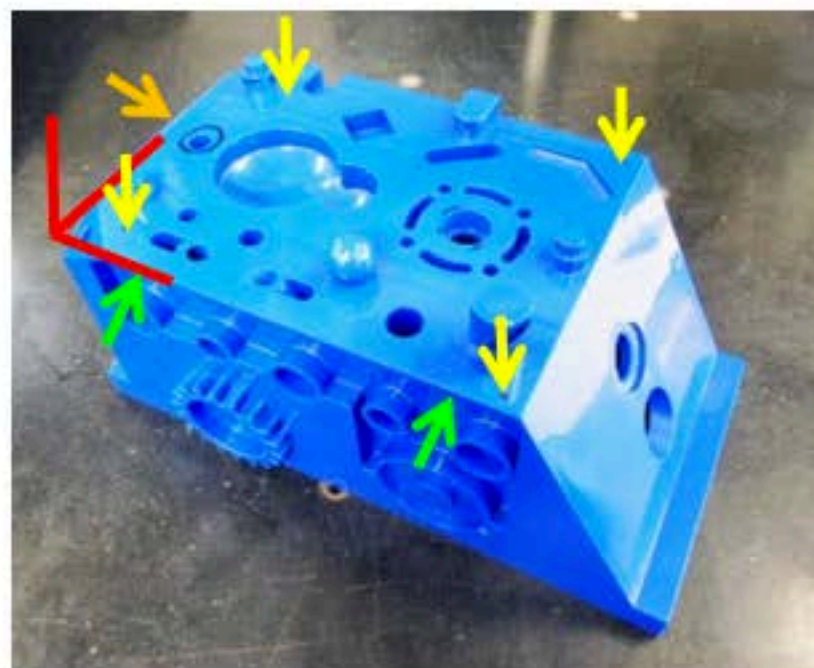

図1. 測定基準
1. ワーク上面を4点測定にて基準平面、Z軸原点に設定 (図1. 黄色矢印部)
2. ワーク手前面を2点測定にて基準軸、Y軸原点に設定 (図1. 緑色矢印部)
3. ワーク左面を1点測定にてX軸原点に設定 (図1. 橙色矢印部)